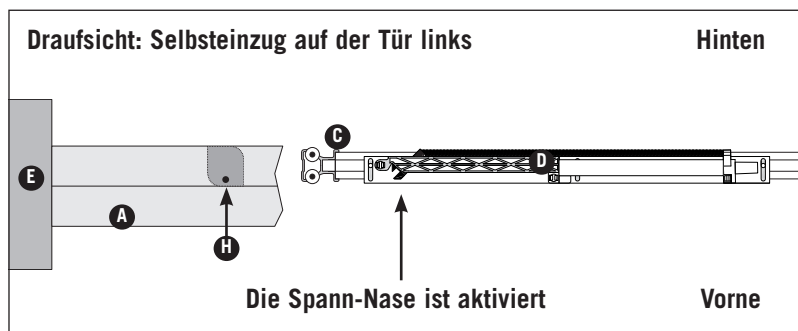

Bild 9 ▲
Der Selbststeinzug (D) auf der Tür (C) ist links montiert. Der Mitnehmer (H) zeigt nach vorne. (Bild 9).